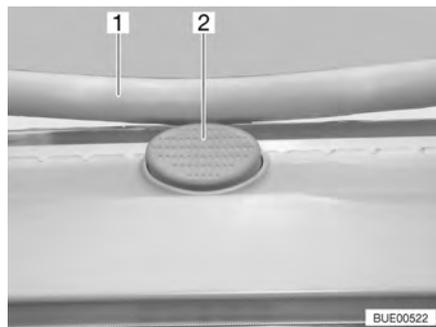

Bild 59 Sicherungsknopf an der Heki-Dachhaube
- Den Sicherungsknopf (Bild 59,2) drücken und den Bügel (Bild 59,1) mit beiden Händen nach unten ziehen.
- Den Bügel mit beiden Händen nach oben drücken, bis der Bügel oberhalb des Sicherungsknopfes (Bild 59,2) liegt.